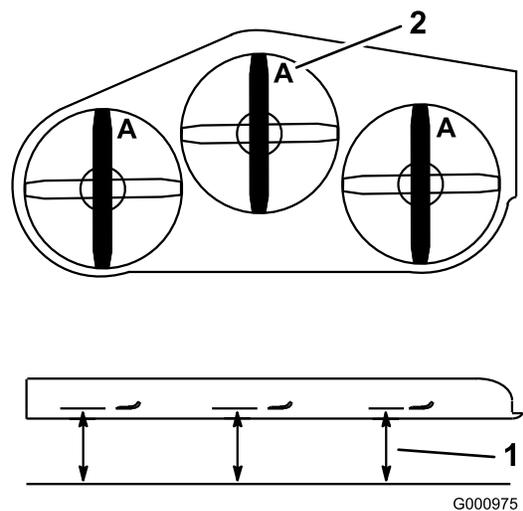

Bild 100
3. Drehen Sie die Schnittmesser, bis die Enden nach vorne und hinten gerichtet sind (Bild 100).
4. Messen Sie von einer ebenen Fläche bis zu den Schnittkante (Position A) der Messer (Bild 100).